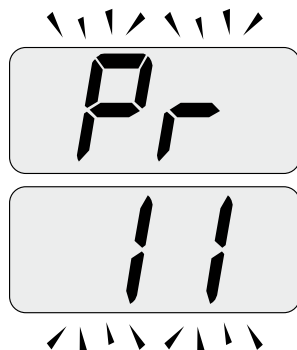

Figura 5.39
- Desplace los parámetros mediante los botones 17 o 18 hasta que aparezcan en la pantalla LCD las letras **Pr** alternadas con el código **11**, que indican la entrada en el "parámetro 13"(Figura 5.39).
- Pulsando simultáneamente los botones 16 y 17 (Figura 5.37) se sale sin modificar el valor (se vuelve a la lista de parámetros Figura 5.39)